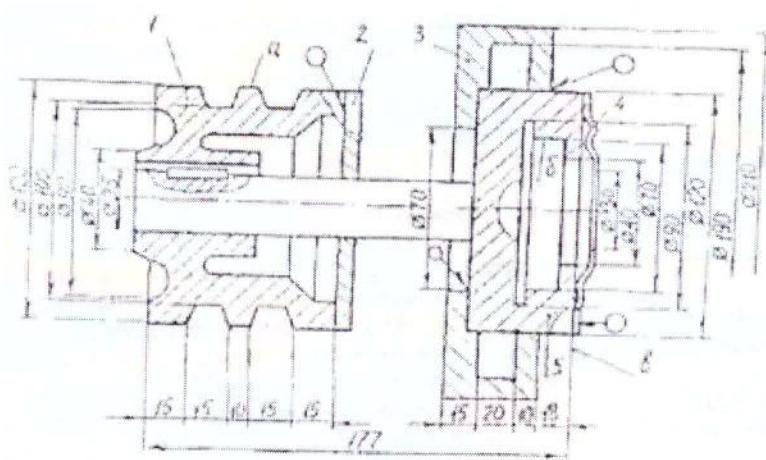

Рис. 8. Учебный узел 8
5. Сварить детали 1 и 2 (материал – АЛ4, толщиной 10 мм), рис. 8. Перечислить особенности сварки алюминия и его сплавов.
5. Сварить детали 3 (материал – 08kp) и 5 (материал – сталь 30), производство – массовое, рис. 8. Толщина стенки 1-4 мм. Герметичность шва не требуется.